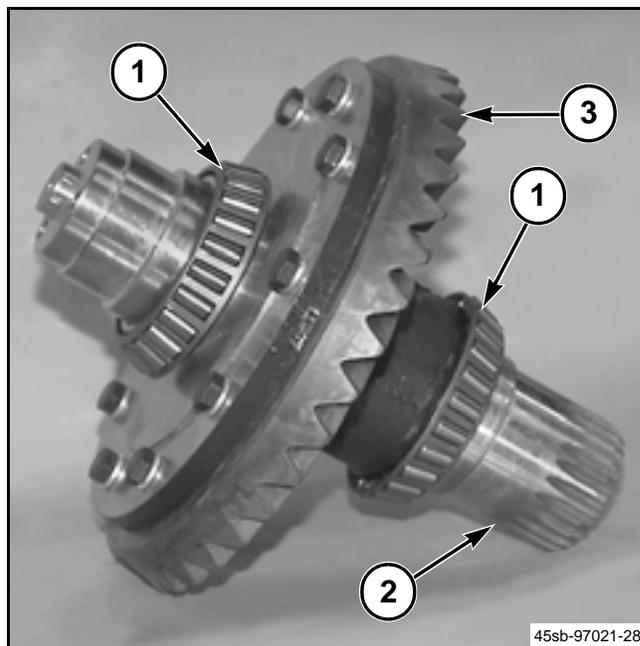

FIG. 95
FIG. 95: Si se van a reemplazar los conos del cojinete (1), use una prensa o un extractor para quitar los conos del cojinete del eje de la corona (2). Tenga cuidado para no dañar el eje de la corona ni la corona (3).